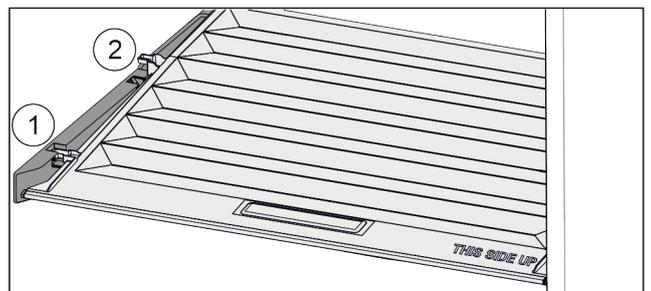

Fig. 149
- ▶ Tirer le couvercle vers l'avant jusque dans l'orifice des pièces de retenue Fig. 149 (1).
- ▶ Le soulever par le bas à l'arrière et le sortir par le haut Fig. 149 (2).